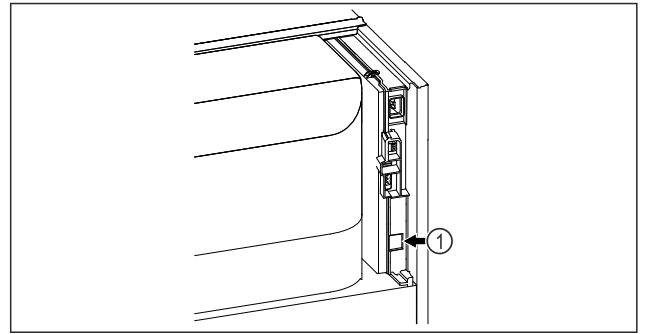

Fig. 134
- Използва се SmartModule Fig. 134 (1).